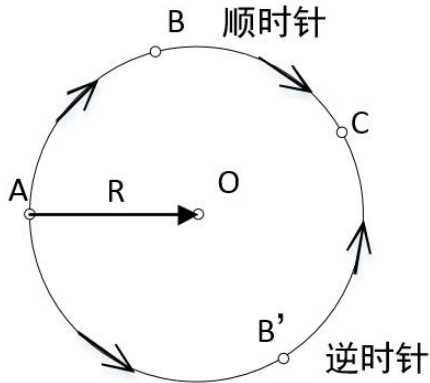

图 8.4 终点半径圆弧插补模式
3) Circle_Mode=2, 表示终点半径模式, 如图 8.4 所示。